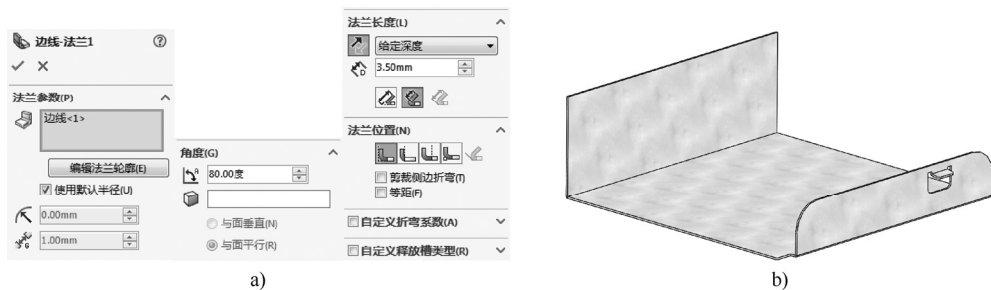

图 8-52 创建边线法兰
STEP 4 单击“钣金”工具栏中的“边线法兰”按钮，选择**STEP 3**中创建的切口上端的内侧边线，创建折弯角度为 80° ，长度为 3.5mm 的“边线法兰”特征（其他选项保持系统默认），如图 8-52 所示。